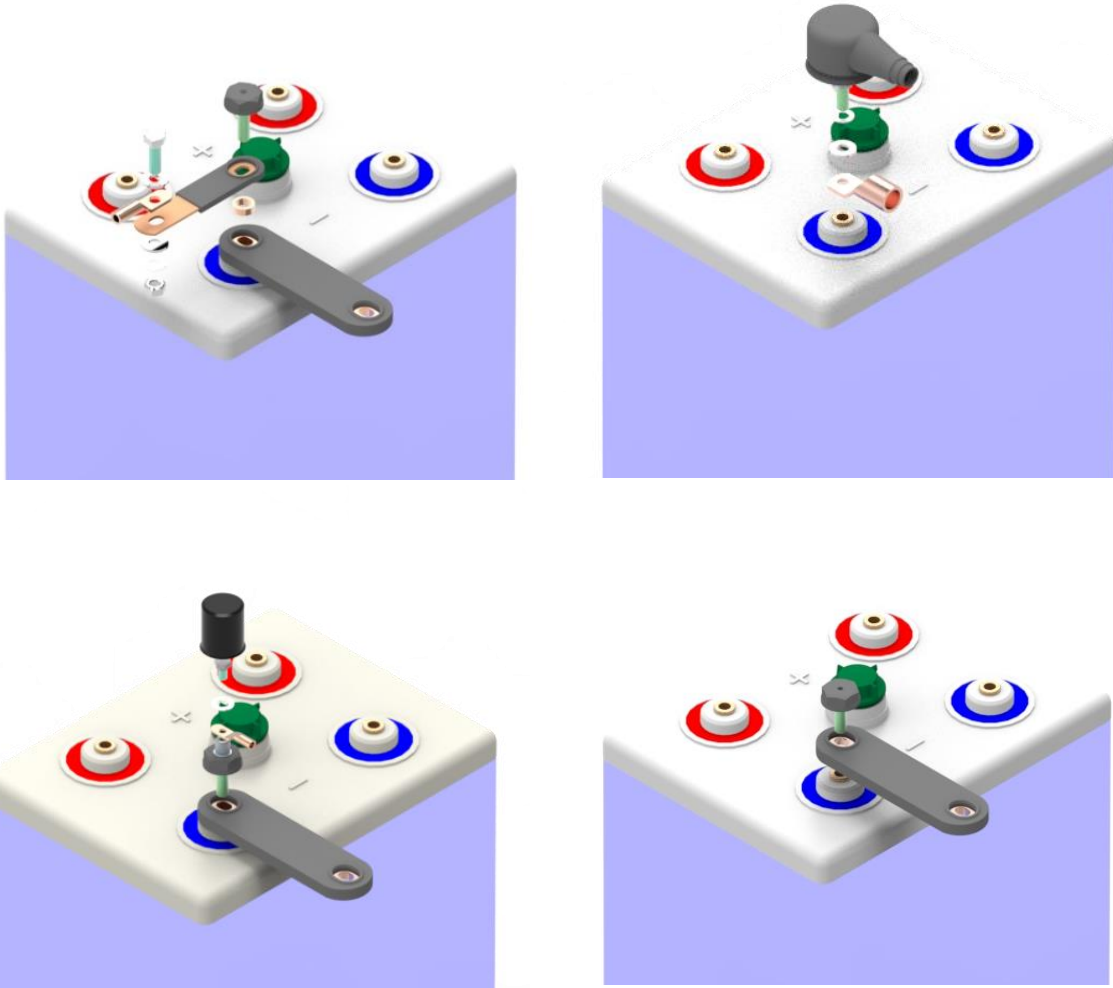

Abbildung 6.6.6-1 - Polanschlussmöglichkeiten für Spannungsabgriffe, Monitoring und Kabelschuhe für Endanschluss
1. Die Zellen bzw. Blockbatterien werden durch isolierte Reihenverbinder (siehe Abbildung 6.6.6-1) miteinander verbunden. Dabei wird der Minuspol einer Zelle